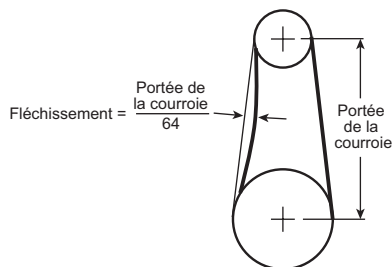

Figure 7
- c. Modèles 3ATU4, 3ATU5, 3ATU6, 3ATU7, 3ATU8, 3ATU9, 3ATV1, 3ATV2, 3GY73, 3GY74, 4YY18, 4YY19, 4YY20, 4YY21, 4YY22, 5DV07, 5DV08, 6KWK3, 16D526: La tension de la courroie doit être ajustée de façon à permettre un fléchissement de 0,15 mm par centimètre (1/64 po par pouce) de portée lorsqu'une pression modérée du pouce est exercée sur la courroie. Voir la Figure 7.